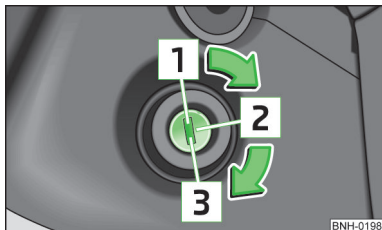

Abb. 90
- Während der Fahrt mit stehendem Motor muss der Zündschlüssel immer in der Stellung **2** » **Abb. 90** auf Seite 99 (Zündung eingeschaltet) sein. Diese Stellung wird durch das Aufleuchten einiger Kontrollleuchten im Kombi-Instrument angezeigt.
- Der Anlasser darf nur dann betätigt werden, wenn der Motor und das Fahrzeug steht. Wird der Anlasser bei laufendem Motor betätigt **3** » **Abb. 90** auf Seite 99, kann der Anlasser bzw. der Motor beschädigt werden.
**Benzinmotoren** » Abb. 90
**Dieselmotoren** » Abb. 90
Wenn die **Lenkung gesperrt ist** und der Schlüssel sich nicht oder nur schwer in die Position **2** » Abb. 90 drehen lässt, dann ist das Lenkrad etwas hin und her zu bewegen - die Lenkungsverriegelung wird dadurch entriegelt.
- Die Zündung einschalten **2** » Abb. 90 auf Seite 99.
» Abb. 90 auf Seite 99.